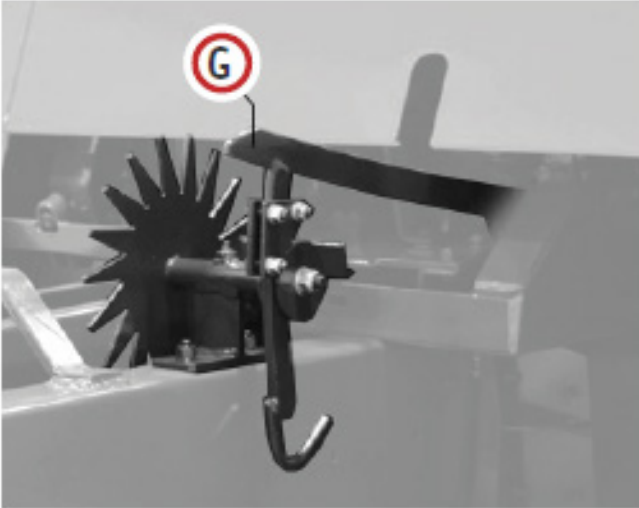

Fig.20
1. Suelte la palanca del anudador (G) y gire el volante de forma manual (Fig. 20).